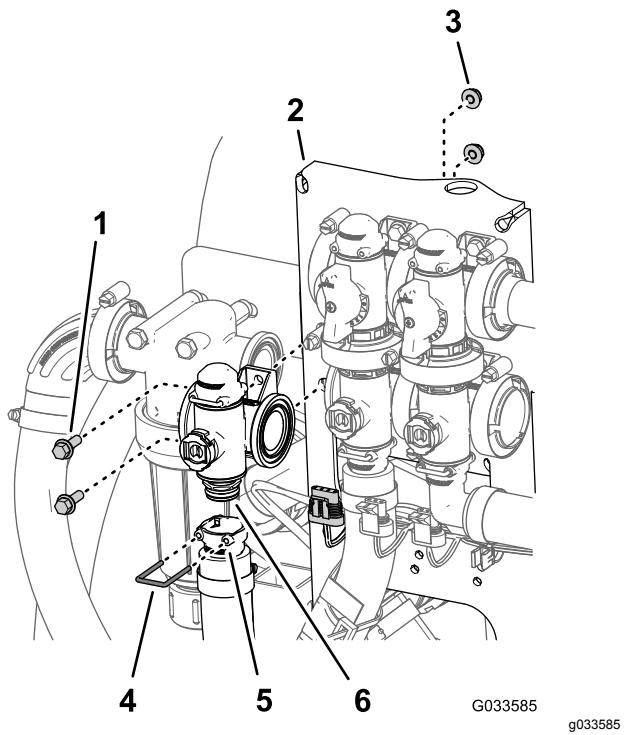

図99
- 散布量制御バルブ用のマニホールドカップリングに出口フィッティングを固定しているリテーナを外す 図99。
- 散布量制御バルブをバルブマウントに固定しているフランジヘッドボルト $1/4 \times 3/4"$ 2本とフランジロックナット $1/4"$ 2個を外してバルブマニホールドを機体から取り外す 図99。